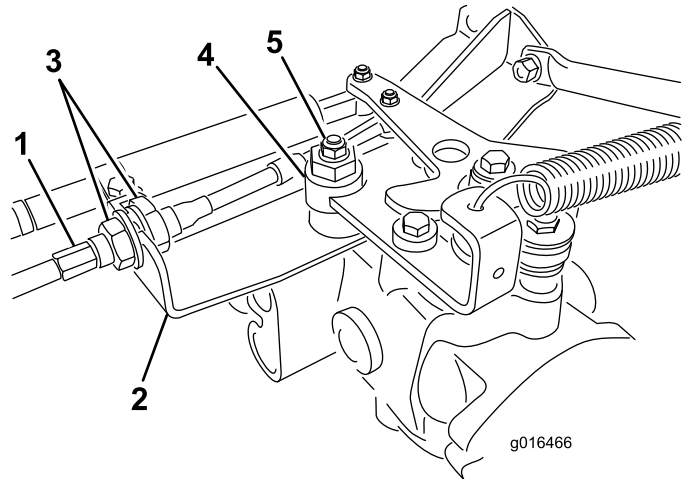

Figura 43
- A. Liberte as porcas que fixam o cabo de tração ao anteparo do hidróstato (Figura 43). Certifique-se de que as porcas se encontram soltas de forma idêntica, de modo a permitir a operação de ajuste.
- B. Liberte a porca que fixa o disco excêntrico ao cimo do hidróstato (Figura 43).
Quando a roda deixar de rodar, aperte a porca, bloqueando deste modo o disco excêntrico e fixando a posição de ajuste (Figura 43). Verifique se o ajuste é o adequado colocando o regulador nas posições LENTO e RÁPIDO.
- E. Aperte **uniformemente** as porcas que se encontram em cada um dos lados do anteparo, fixando deste modo o cabo de tração ao anteparo (Figura 43). Não rode o cabo.